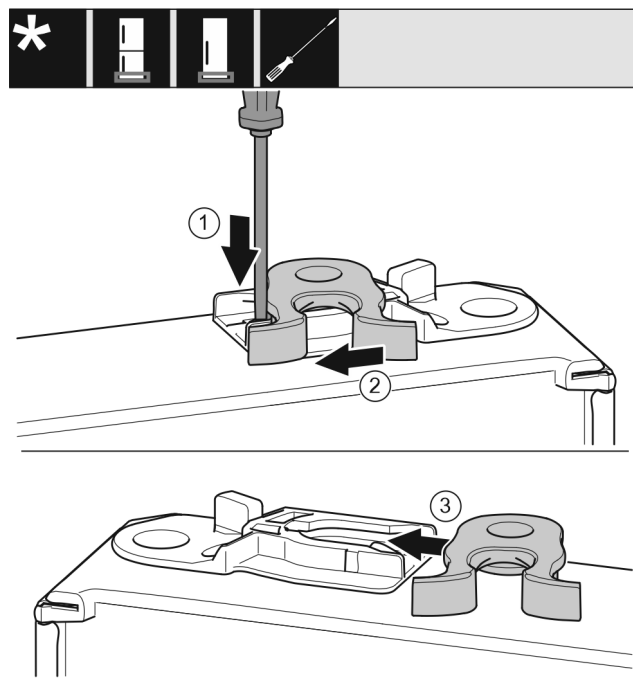

Fig. 19
- Nyomja le a fedőlemezt Fig. 19 (1) lapos csavarhúzóval.
- Húzza ki a záróhorgot Fig. 19 (2) a vezetősínből.
- Tolja be a záróhorgot Fig. 19 (3) a másik oldalon lévő vezetősínbe.